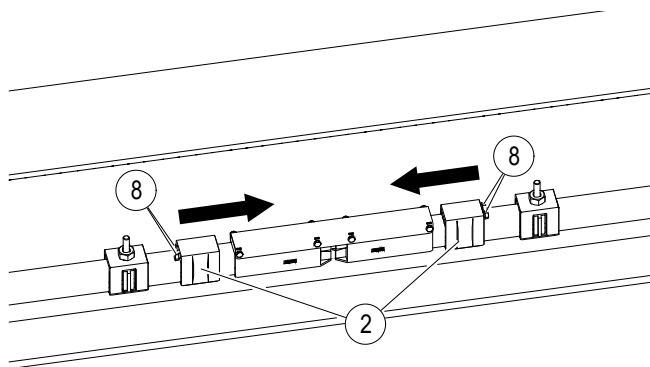
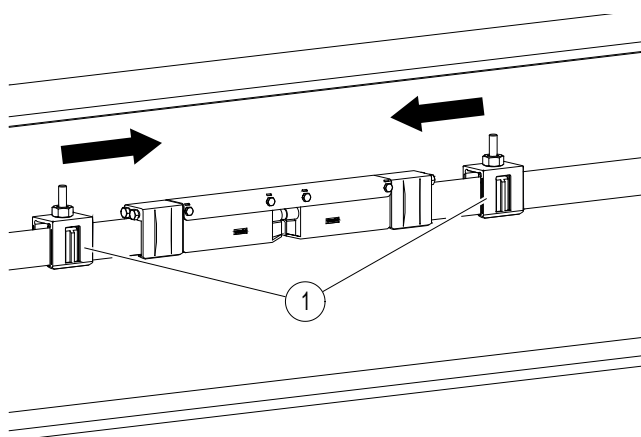

Abb. 94: Fixpunktklemme an Lufttrennstelle schieben und seitliche Schrauben anziehen
Abb. 95: Schienenhalter bis zur seitlichen Schraube der Fixpunktklemme schieben
- Fixpunkt клемme (Pos. 2) gegen die Endkappen schieben und die seitlichen Schrauben der Fixpunkt клемme (Pos. 8) anziehen (siehe Abb. 94). Schienenhalter (Pos. 1) bis zum Schraubenkopf der seitlichen Schraube der Fixpunkt клемme schieben (siehe Abb. 95).